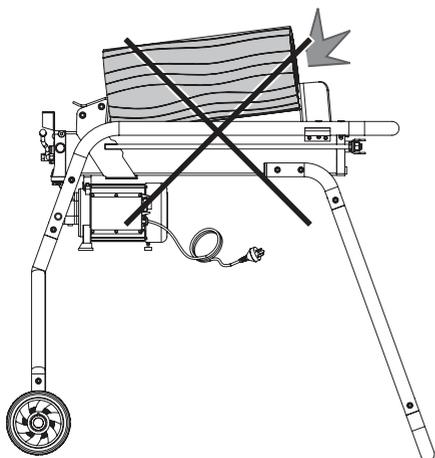

Рис. 9 Неправильное положение бревна при расколе
6. Не допускайте во время раскола поворота бревна. Следите за тем, чтобы раскол бревна производился всей площадью лезвия колуна (Рис. 9).